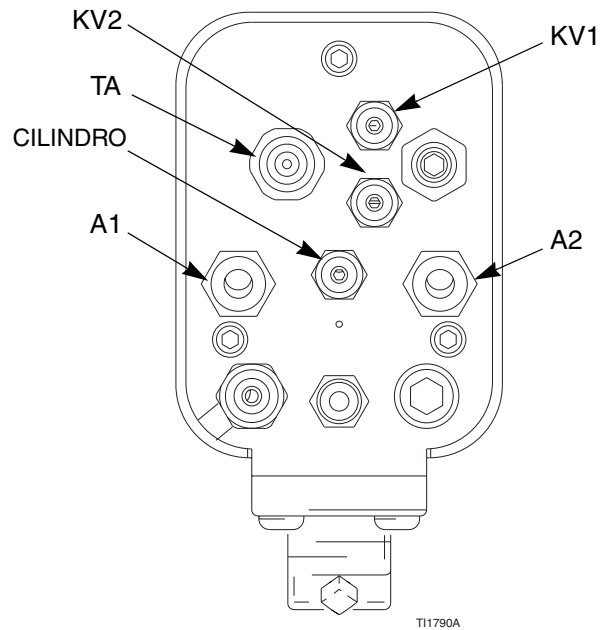

Fig. 14. Conexiones de aire del colector
5. Utilice el regulador de presión de aire de la línea de alimentación del aire de atomización (A1) para ajustar el grado de atomización. Vea Fig. 14. Por ejemplo, para un caudal de fluido de 0,3 litros/min, una presión de atomización típica en el colector de la pistola estaría entre 1,4-2,1 bar (0,14-0,21 Mpa).
3. Dispare la pistola, y después abra el suministro de aire a la turbina (TA). Vea Fig. 14.
1. Aplique una presión de aire de 3,5 bar (0,35 Mpa) como mínimo en el racor de conexión de aire del cilindro (CIL) para activar la secuencia de encendido/apagado del aire de atomización (A1), del aire del abanico (A2), y del fluido (P1). Vea Fig. 14.
2. Active y desactive las funciones de la pistola utilizando las válvulas solenoides de aire en el cilindro (CIL) y las líneas de suministro de aire de la turbina (TA).